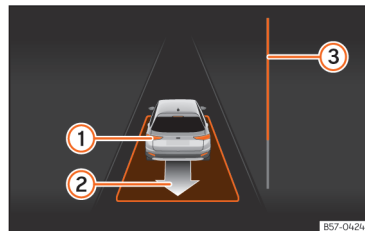

Fig. 128 No ecrã do painel de instrumentos: sair do estacionamento de um lugar em paralelo.
• Retroceda até soar o sinal contínuo do ParkPilot; **OU:** faça marcha-atrás até aparecer a indicação de fazer marcha à frente no ecrã do painel de instrumentos. A barra de progresso **»» Fig. 128** **3** indica a distância a percorrer.